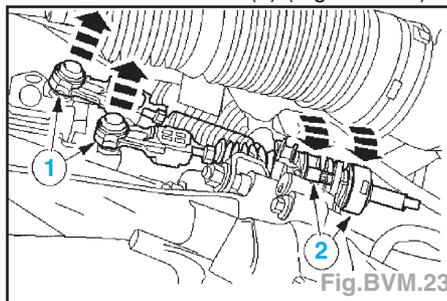

Fig.BVM.23
- Détacher les câbles de la boîte de vitesses, tirer les languettes de la rotule (1).
- Détacher les câbles de la patte de fixation en tournant les manchons de butée dans le sens horaire (2) (Fig.BVM.23).